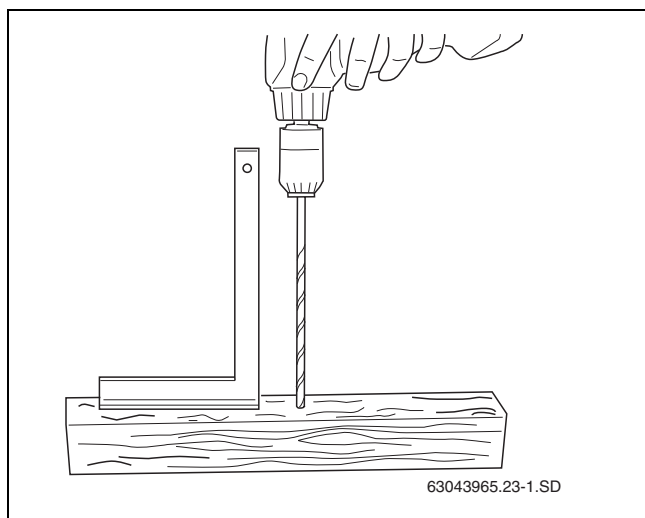

Fig. 21 Realizar la plantilla de perforación
- ▶ Coja una madera cuadrada de aproximadamente 0,50 – 1,00 m de longitud. Realice un agujero pasante (Ø 6 mm) vertical en la madera cuadrada (Fig. 21).